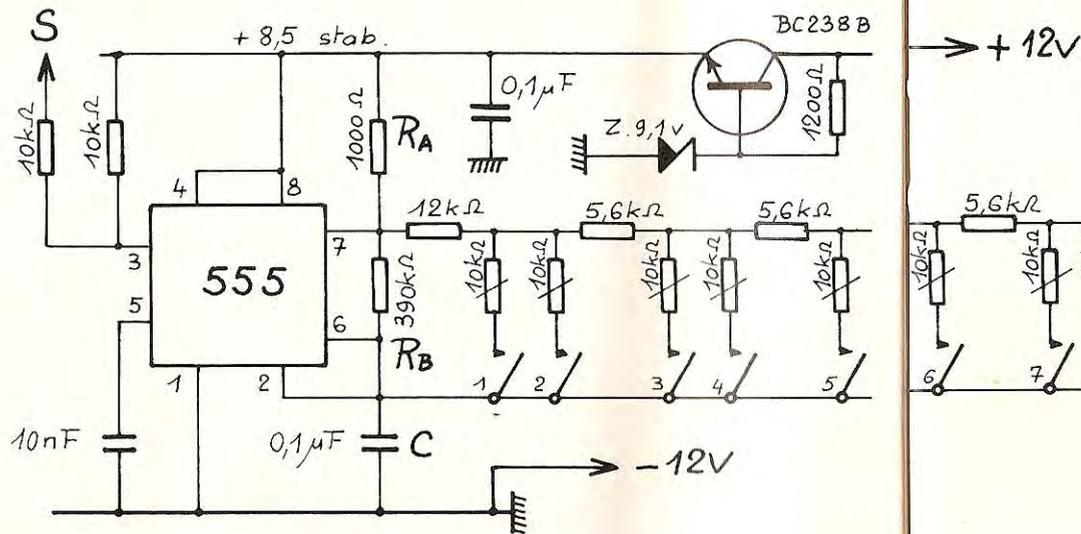

Fig. VI-5. — Schéma du codeur TFL8.
1. Schéma du codeur (Voir fig. VI-5.)